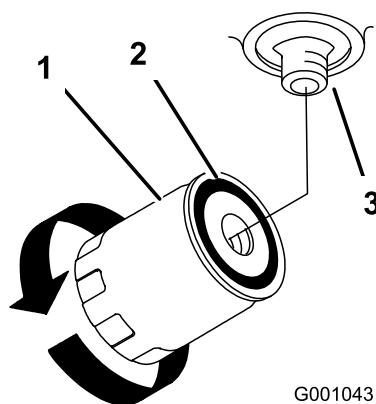

Figura 74
- Togliete il filtro usato e tergete la superficie della guarnizione dell'adattatore del filtro (Figura 74).
- Girate il filtro in senso orario finché la guarnizione di gomma non tocca l'adattatore, quindi serrate il filtro di un altro mezzo giro (Figura 74).